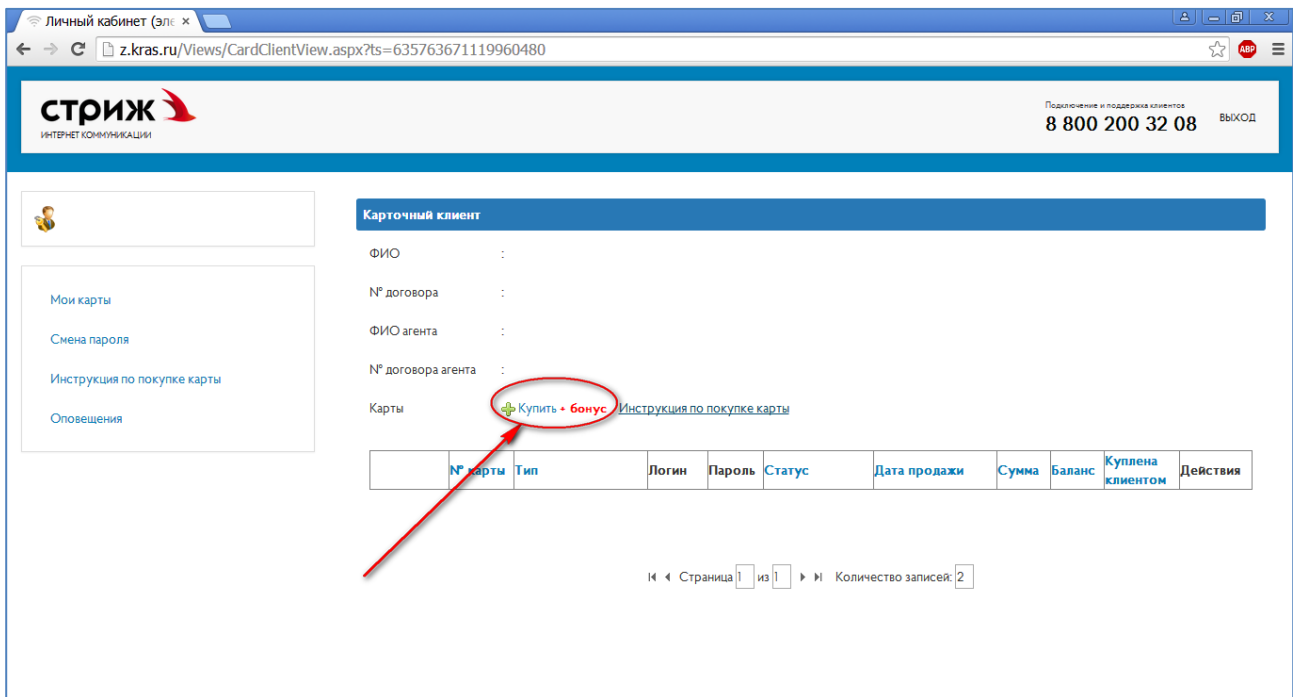

Рисунок 56. Покупка виртуальной карты доступа
4. В личном кабинете для доступа в интернет приобретите виртуальную карту доступа (рисунок 56). Покупка карты соответствует выбору тарифного плана.